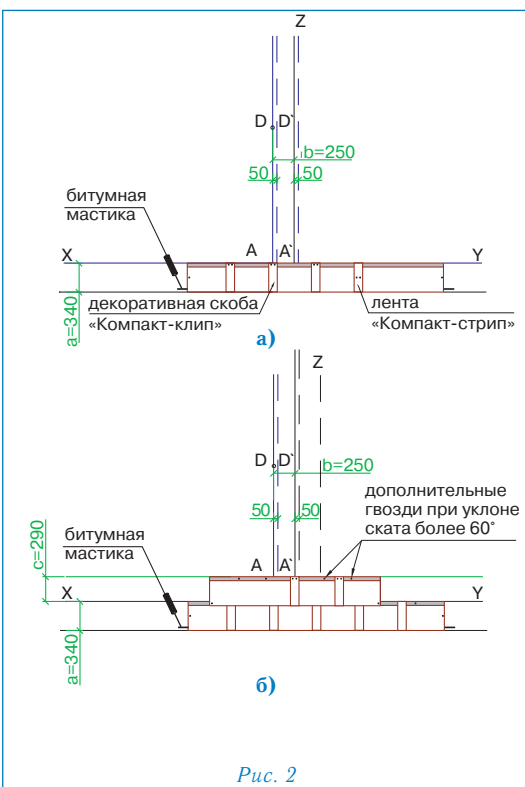

Рис. 2
### Укладка материала (рис. 2)
- укладка черепицы начинается от линии AD, при этом ее верхний край выравнивается по линии XY (рис. 2а);
- листы первого ряда укладываются встык и фиксируются двумя гвоздями по центру коротких сторон на расстоянии 2 см от края (рис. 2а);
- правая сторона скобы «Компакт-клип» выравнивается по линии A'D' и фиксируется двумя гвоздями через специальные отверстия (рис. 2а);
- листы второго ряда черепицы укладываются от линии Z, их нижний край выравнивается по линии, параллельной XY; каждый лист фиксируется двумя гвоздями в 2,5 см от нижней стороны; стыки и середина каждого листа закрываются декоративными скобами «Компакт-клип», которые также фиксируются двумя гвоздями (рис. 2б);
Каждый лист ПРЕСТИЖ КОМПАКТ МИНИ закрепляется шестью гвоздями, в соответствии с рекомендациями, приведенными выше (рис. 2б).
При укладке материала на скатах с уклоном более 60° каждый лист дополнительно фиксируется двумя гвоздями в верхней части (рис. 2б).